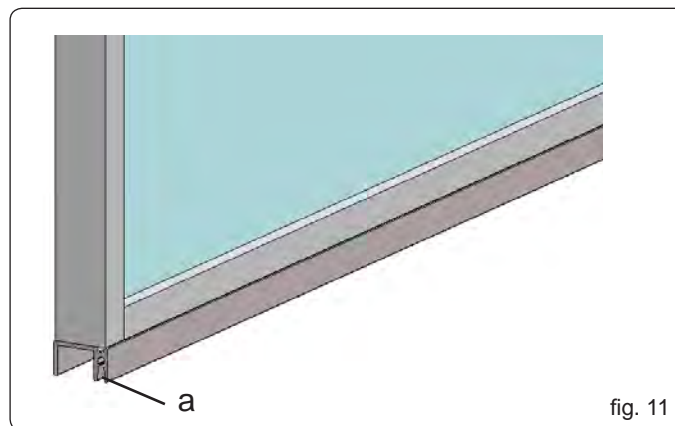

fig. 11
4. Skär den lägre guidprofilen till samma längd som bladet och säkra med skruvar på den lägre delen (fig.11).
5. Om specificerad, sätt i borsten i sätet på glidprofilen Fig. 11 ref. a.